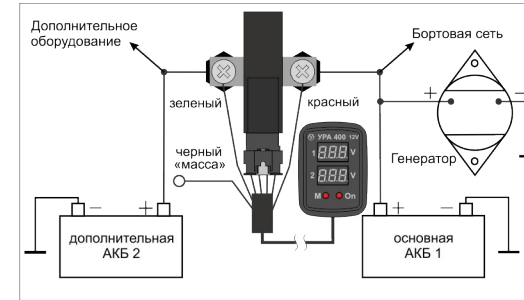

Рис.1
1.3 Произвести соединения в соответствии со схемой (рис.1), используя провод сечением не менее 25мм². **Использовать соединительный кабель (USB-microUSB) только из комплекта!**